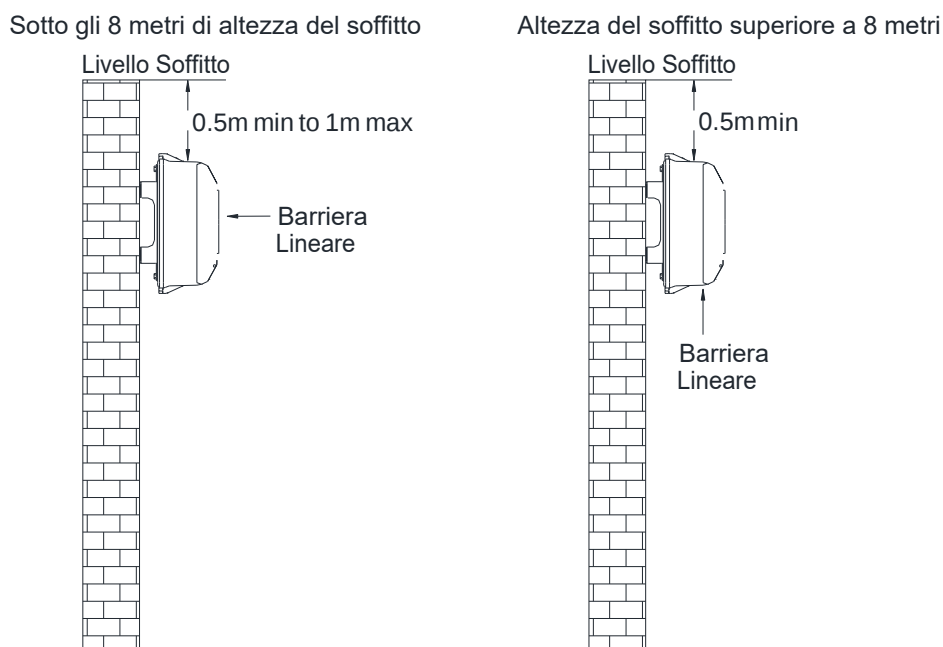

Figura 3: Dettagli Installazione
1. Se l'altezza del soffitto è inferiore a 8 metri, il rilevatore di raggi deve essere installato da 0,5 metri a 1 metro sotto il livello del soffitto. Fare riferimento alla Figura 3.
2. Se l'altezza del soffitto è superiore a 8 metri, il rilevatore di raggi deve essere installato almeno a 0,5 metri sotto il soffitto superiore. Fare riferimento alla Figura 3.